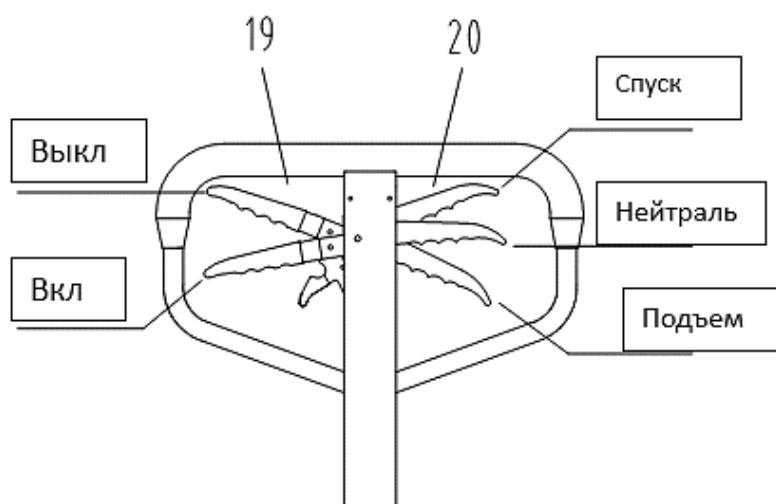

Рис.8
После завершения сборки переведите левую ручку ручки 19 в нерабочее положение, попробуйте раскачать ручку и поработайте с разными положениями правой ручки рукоятки управления 20, проверьте, нормальны ли подъем, нейтраль и опускание, (См. Рис.8.)
- Если рукоятка 20 поднята, тележка находится в состоянии подъема, если в этот момент вы качнете ручку, тележка будет поднята, (См. Рис.8)
- Если в этом момент вы качнете ручку, тележка не будет ни опускаться, ни подниматься. Вы можете использовать тележку для перемещения груза, см. рис.8.
- Если рукоятка 20 находится в положении опускания, вилы тележки опустятся. В этом случае вилы тележки опустятся автоматически, (См. Рис.8)